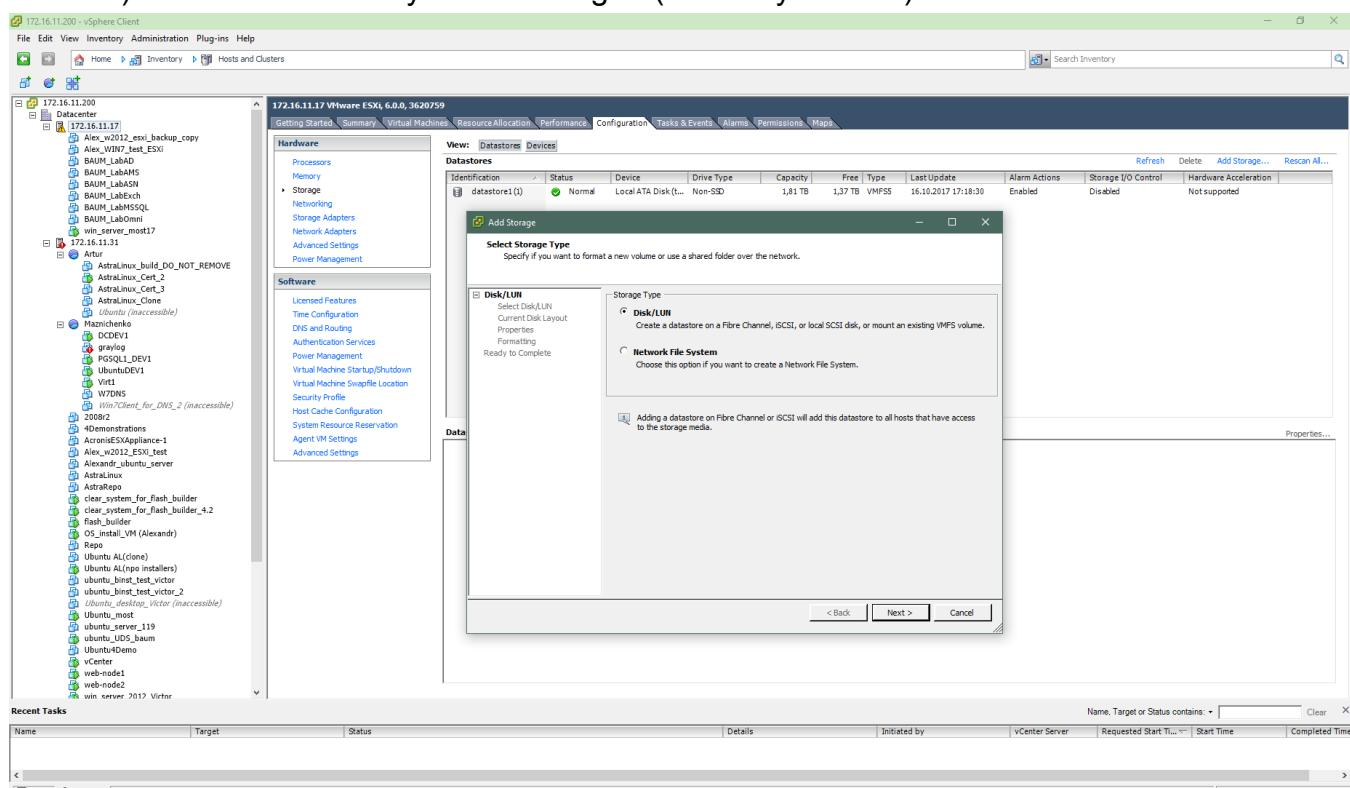

Рисунок 105 – Добавление Storage
- 8) Нажать на кнопку «Add Storage» (см. Рисунок 105)